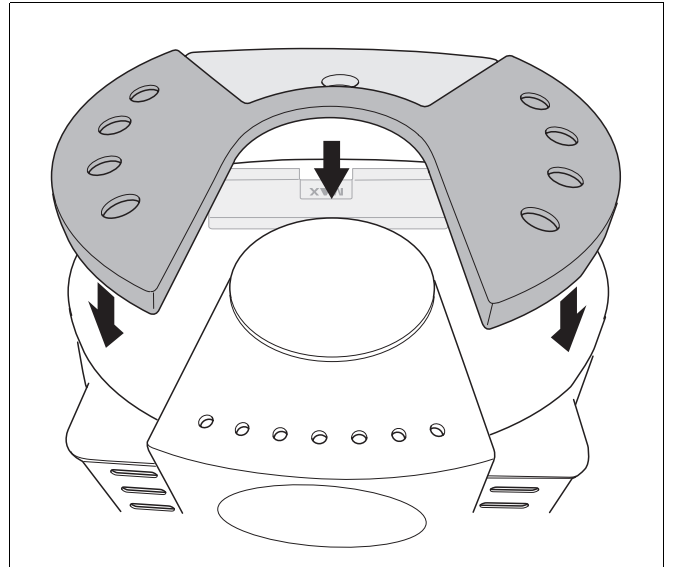

Abb. 16 Abdeckkachel auf den Kaminofen legen
- Abdeckkachel auf den Kaminofen legen (Abb. 16).